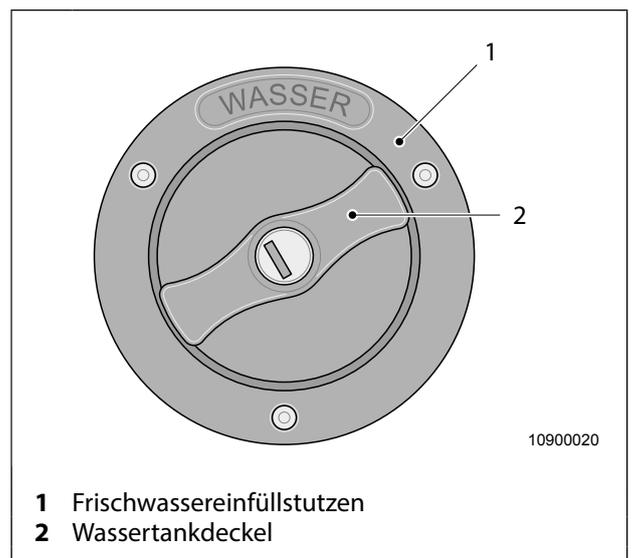

Abb. 36 Frischwassereinfüllstutzen
Der Frischwassereinfüllstutzen (Abb. 36, Pos. 1) befindet sich an der Außenwand des Fahrzeugs.
3. Wassertankdeckel (Abb. 36, Pos. 2) aufschließen und öffnen.
5. Wassertankdeckel (Abb. 36, Pos. 2) schließen.